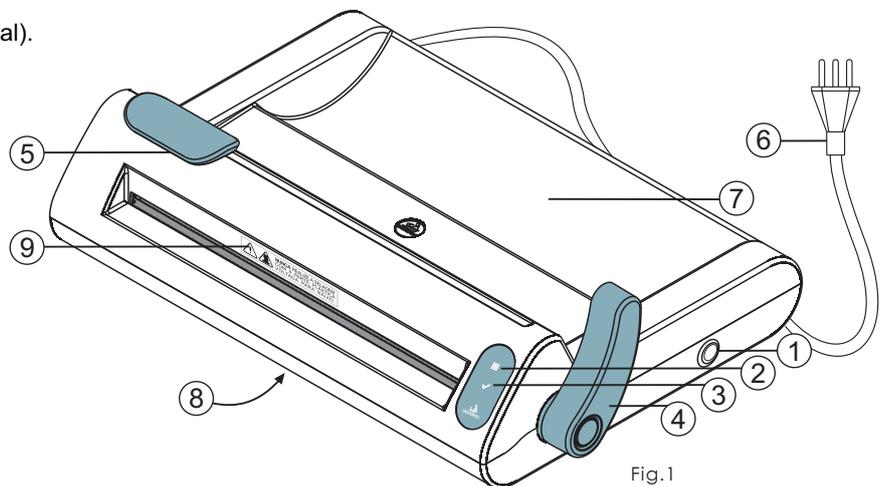

Fig.1
- ▶ Este equipo trabaja con altas temperaturas, por eso, evite el contacto con las partes calientes señaladas por el adhesivo (fig.1).
- ▶ La Selladora Cristófoli posee doble voltaje automático (puede ser usada tanto en redes de 127 V como en 220 V), como es indicado en el rótulo de identificación, que se encuentra en la parte inferior del equipo (fig. 1).
- 1▶ Conecte el cable de energía a la red eléctrica y presione el botón de Enciende/Apaga hasta que suenen 3 bips, el LED IIII estará parpadeando, indicando que la selladora está en la etapa de calentamiento. Al alcanzar la temperatura de sellado (aproximadamente tres minutos con la palanca levantada, Fig. 1), serán emitidos 2 bips y el LED IIII permanecerá encendido, indicando que la selladora está lista para ser utilizada.
- 2▶ Inserte la punta del papel quirúrgico a través de la entrada de sellado, **siempre con el lado del papel para abajo y la parte de plástico hacia arriba**, tire hacia el otro lado y repose el rollo en el compartimento para rollos (fig. 1). Tire el papel para que éste sea sellado en el tamaño deseado.